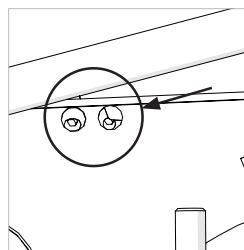

Fig. 27
Para ajustar a lâmina separadora, desaperte os dois (2) parafusos de fixação **(Fig. 27)** um pouco, usando uma chave macho. Quando alcançar o alinhamento correto, aperte os parafusos de fixação.